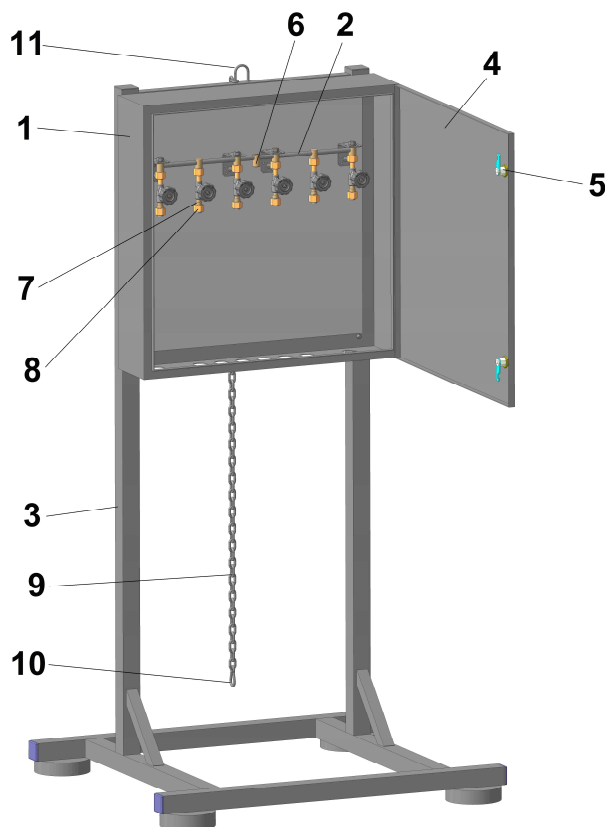

Рис. 1. Пост газопитания
4.1 Внешний вид поста показан на рис. 1